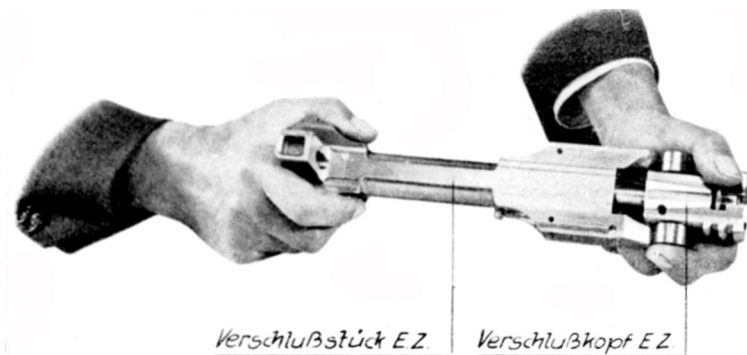

Abb. 83: Abnehmen des Verschlußkopfes EZ
13. Zerlegen des Schlosses EZ (Abb. 83—87)